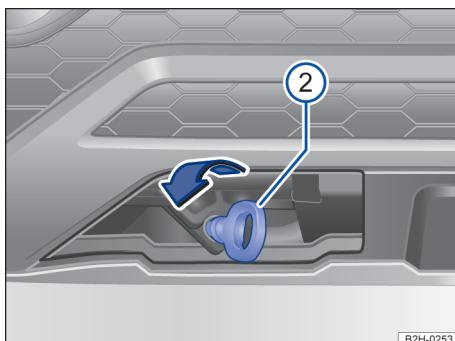

Fig. 166 No para-choque dianteiro à direita: rosquear a argola de reboque.
- Rosquear a argola de reboque tão firme quanto possível **no sentido anti-horário** no alojamento → Fig. 166 ②.
- Utilizar um objeto apropriado com o qual a argola de reboque possa ser rosqueada com firmeza no alojamento → ①.